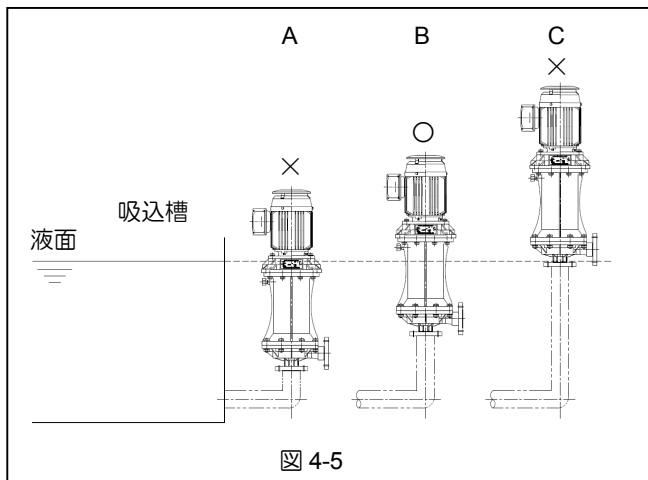

図 4-5
- (1) 吸込槽水位（液面）がポンプ安全水位域より上にある場合、電動機側へ液が侵入するため、必ず安全水位域内にしてください。（図 4-5 A）
- (2) 吸込槽水位がポンプ安全水位域内にある場合、安全運転が行えます。（図 4-5 B）
- (3) 吸込槽水位がポンプ安全水位域より下にある場合、ポンプケーシング内に液が満たされず揚水できません。（図 4-5 C）